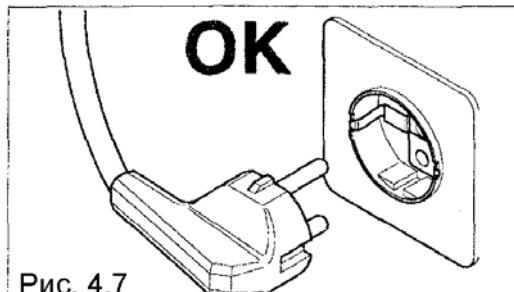

Рис. 4.7
- Автомат оснащен сетевым шнуром H05VV-F 3x1,5  $\text{мм}^2$  с вилкой SCHUKO (рис. 4.7).